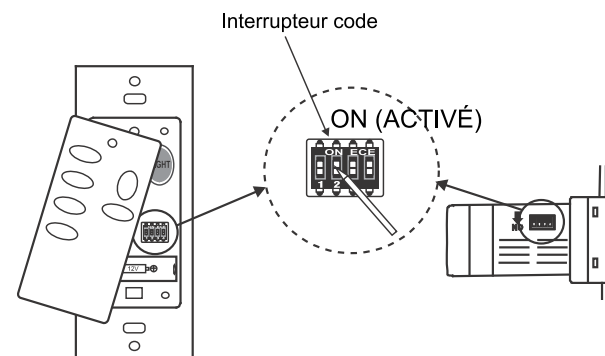

Fig. 12
**REMARQUE :** Le système de contrôle est équipé de 16 combinaisons de fréquences possibles pour éviter les interférences provenant ou avec d'autres télécommandes. Les commutateurs de fréquence de votre récepteur et de votre émetteur ont été préréglés en usine. Veuillez vérifier pour vous assurer que les commutateurs de l'émetteur et du récepteur sont réglés sur la même position, toute combinaison de réglages fera fonctionner le ventilateur tant que l'émetteur et le récepteur sont réglés sur la même position. (Fig. 12).